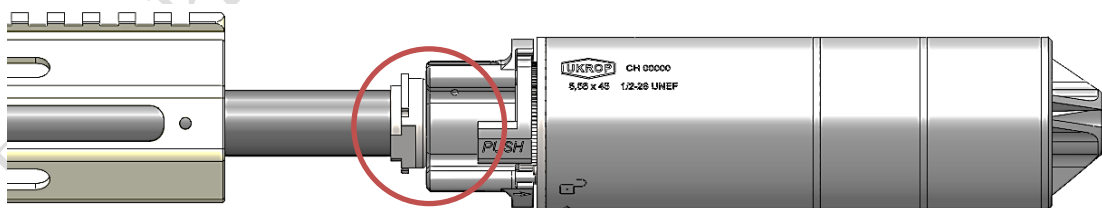

Рисунок 35. Попереднє встановлення ПЗРЗП-Ш.
- 3) Попередньо встановити ПЗРЗП-Ш на полум'ягасник.(рис. 35)